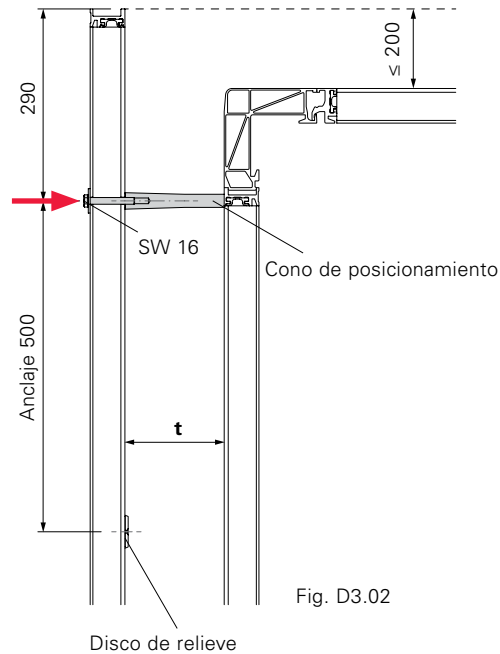

Fig. D3.02
2. Fijar el cono de posicionamiento UNO con tornillo hexagonal M10 x 70 y disco de relieve  $\varnothing 20$  al encofrado . (Fig. D3.02)